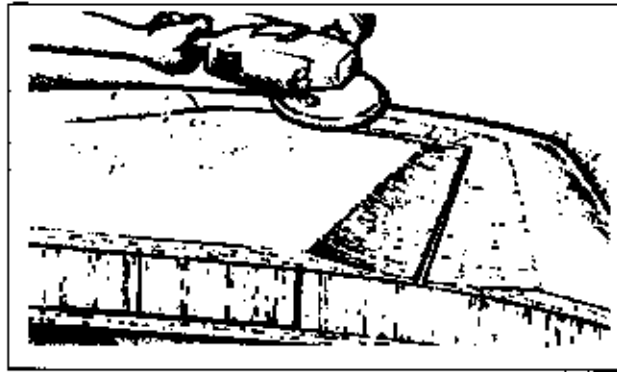

Abb. 4-7 Schleifen Sie die Kanten im Verhältnis 12:1 an, so daß das neu aufgebrachte Laminat in die Kontur der Oberfläche paßt.
4. An den Rändern des aufgesetzten Laminats wird nun eine Schrägung eingeschliffen, und zwar beiderseits der Fuge, um wieder ein durchgehendes Laminat zu erzeugen (Abb. 4-7). Damit wird eine Vertiefung erzeugt, die das neue Laminat aufnimmt, das dann mit der Oberfläche bündig geschliffen wird. Die Aufgabe des Laminats und das Arbeitsverfahren sind die gleichen wie in Abschnitt 3.3 für die Außenhautreparatur beschrieben.